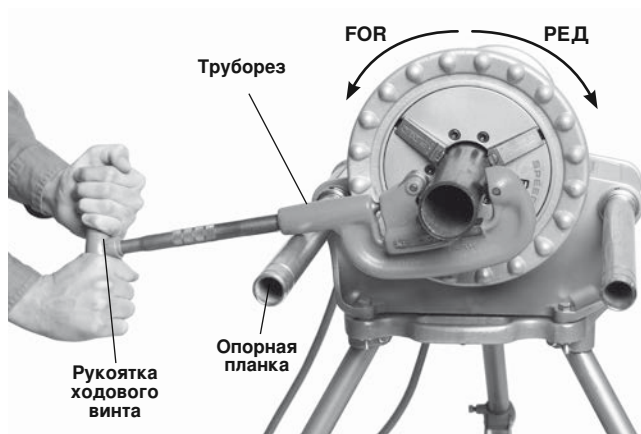

Рис. 15 — Резка трубы ручным труборезом/вращение станка (держите труборез в контакте с опорным стержнем).
- Переведите переключатель РЕВЕРС/ВЫКЛ/ВПЕРЕД в положение ВПЕРЕД. Нажмите и отпустите ножной выключатель. Зажимной патрон должен вращаться против часовой стрелки, если смотреть со стороны опорных стержней станка (см. рис. 15). Повторите это действие, установив переключатель в положение РЕВЕРС, при этом зажимной патрон должен вращаться по часовой стрелке. Если станок вращается в другом направлении, или ножной выключатель не управляет работой станка, запрещается использовать станок, пока он не будет отремонтирован.
Снимите суппорт № 311 перед использованием силового привода №300 с ручными инструментами для резки, развертывания или нарезания резьбы на трубах. Убедитесь, что боковой опорный стержень переключателя полностью выдвинут за пределы передней части силового привода (рис. 15).
1. Откройте труборез, повернув ходовой винт против часовой стрелки. Поместите труборез открытой стороной вверх (как показано на рис. 15) и выполните выравнивание режущего диска по меткам на трубе. Резка резьбовых или поврежденных участков трубы может привести к повреждению режущего диска.